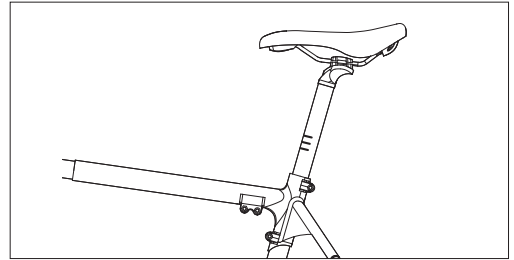

Figura 3-2
- Ajuste la altura del sillín a su altura adecuada. No sobrepase el límite de altura máxima del sillín, como se muestra en [Figura 3-2]. Luego apriete los tornillos [F] y [J].